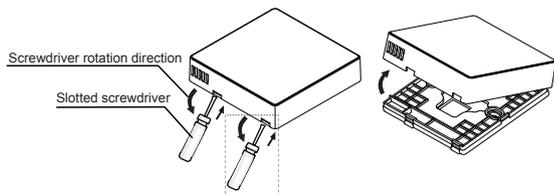

Figura 3.3
**3-3-1** Introduzca el destornillador de cabeza plana pequeño en la ranura inferior del mando con cable y gírelo en la dirección indicada para poder quitar la cubierta posterior. Preste atención a la dirección de rotación para evitar cualquier daño a la cubierta posterior del mando con cable. (Ver figura 3.3).